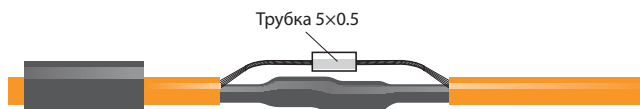

Рисунок 10
4.12. Отогнуть экраны от оболочки нагревательных кабелей. Вставить в трубку 5x0.5 (длиной 5 мм) экраны нагревательных кабелей. Концы экранов не должны выступать за торцы медной трубки. Опрессовать медную трубку кремпером НТ 236Е согласно рис. 10.